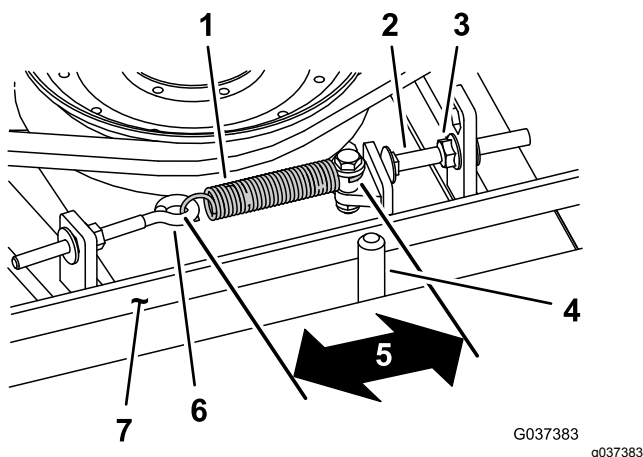

Figura 113
Quando la tensione è corretta, la misura interna della molla di prolunga (da gancio a gancio) deve essere circa 8,3 cm - 9,5 cm. Quando la tensione della molla è giusta, regolate il bullone di arresto (bullone a testa tonda) fino ad ottenere un gioco di 2-5 mm tra la testa del bullone ed il braccio di rinvio (Figura 113).
Nota: Verificate che la cinghia si trovi dal lato molla del guidacinghia (Figura 113).
2. Allentate il bullone ad occhio (Figura 113).
3. Allentate il dado flangiato che fissa il bullone di arresto all'aletta di montaggio e spostate la puleggia tendicinghia via dalla cinghia (Figura 113).
9. Collegate la molla di prolunga (Figura 113) al bullone ad occhio e tendete la cinghia come segue: